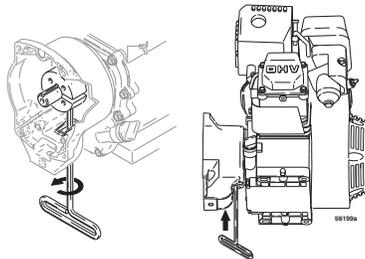

ABB. 9
3. ABB. 9. Motor so zur Seite legen, dass sich der Tank unten und der Luftreiniger oben befindet.